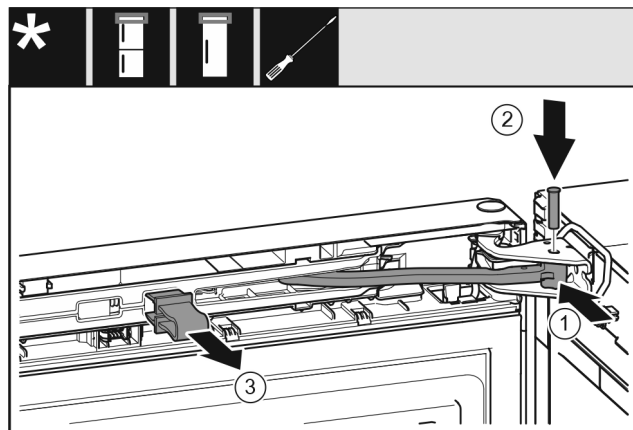

Fig. 43
- ▶ Поверните шарнир Fig. 43 (1) в опорном кронштейне.
- ▶ Вставьте палец Fig. 43 (2) в опорный кронштейн и шарнир. При этом проследите за тем, чтобы выступ фиксатора занимал правильное положение в пазу.
- ▶ Снимите предохранитель Fig. 43 (3).